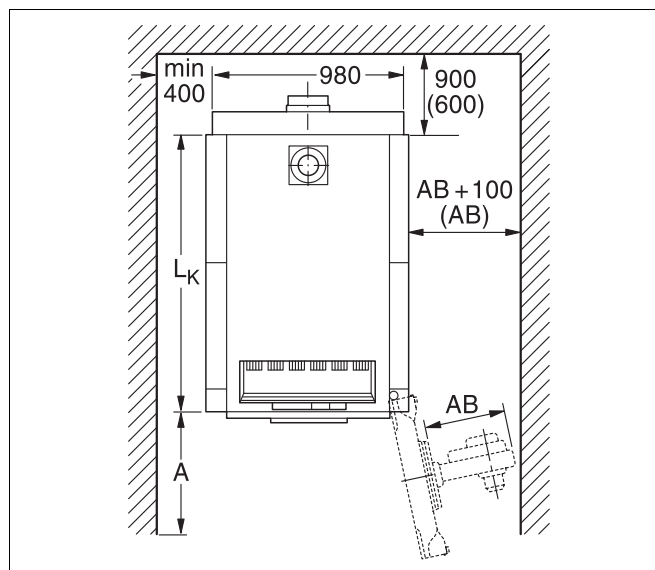

Рис. 6 Помещение для установки котла (размеры в мм)
При размере А (рис. 6) меньше рекомендуемого, невозможно проводить чистку котла при помощи предлагаемого комплекта щёток. Как вариант, мы предлагаем использовать устройство меньшего размера (длиной примерно 1 м) или производить влажную чистку.
- ▶ При сооружении фундамента учитывайте, в какую сторону открывается дверца с горелкой (левая-правая навеска двери, рис. 6, стр. 14).